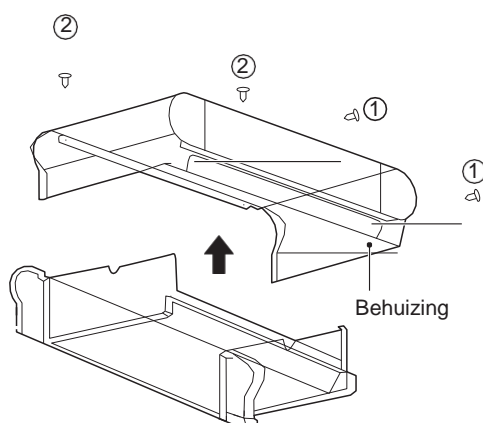

Fig 4-4 Behuizing verwijderen
- Verwijder, zoals getoond op Fig. 4-4, de schroeven ① * 2 en ② * 2 en vervolgens de behuizing.